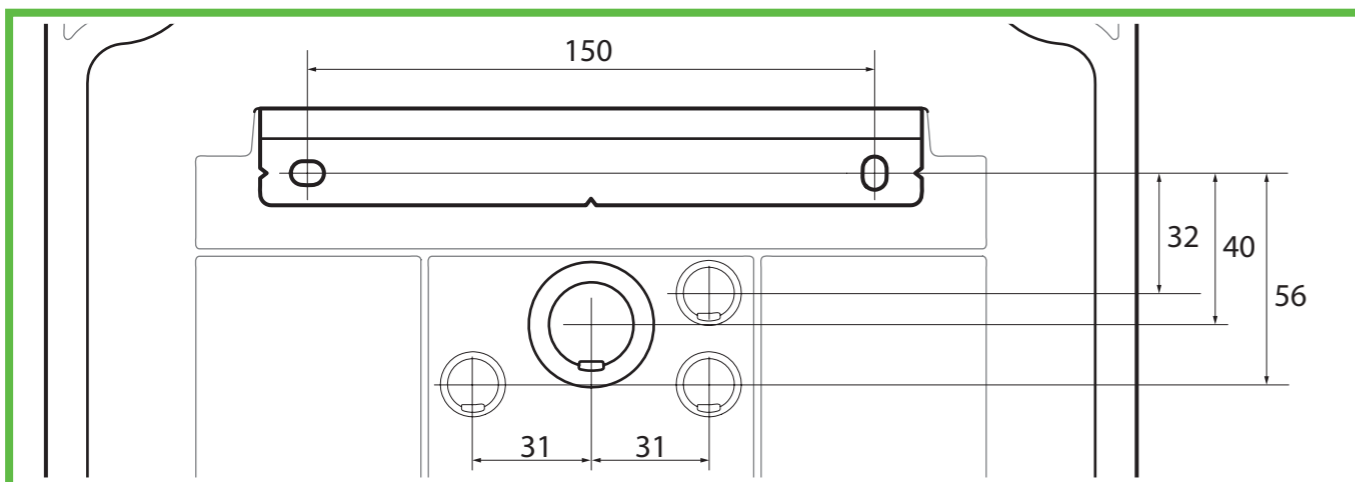

Abb. 7: Maßzeichnung für Leitungseinführung durch die Rückwand (Maßstab 1:2)
- ▶ **Nur bei Leitungseinführung durch die Rückwand:** Nutzen Sie die Maßzeichnung, um die Befestigungspunkte der Montageschiene zu markieren (Abb. 7).